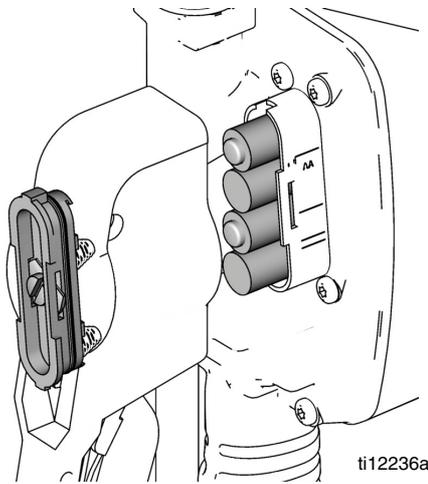

FIG. 22
2. Instale **cuatro** baterías **NUEVAS**. Consulte la FIG. 22 para la orientación más correcta de la batería en el contador. Asegúrese de que están correctamente instaladas o el contador no funcionará.